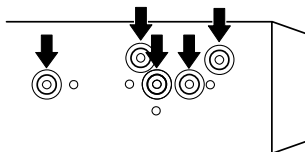
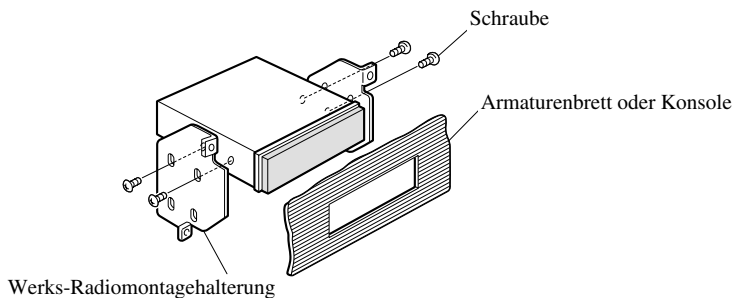

Abb. 10
Abb. 11
2. Anbringen dieser Einheit an die Werks-Radiomontagehalterung. (Abb. 10) (Abb. 11)